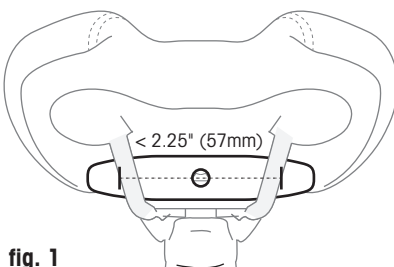

fig. 1
- 1) The seat rails bracket attaches by pivoting the rack in place with the quick release backplate fitted behind the seat rails. (Fig. 1)
- 1) L'attache aux rails de selle se fixe en pivotant le porte-bagages en place, de telle sorte que la plaque arrière de l'attache se retrouve à l'arrière des rails de selle. (Fig. 1)